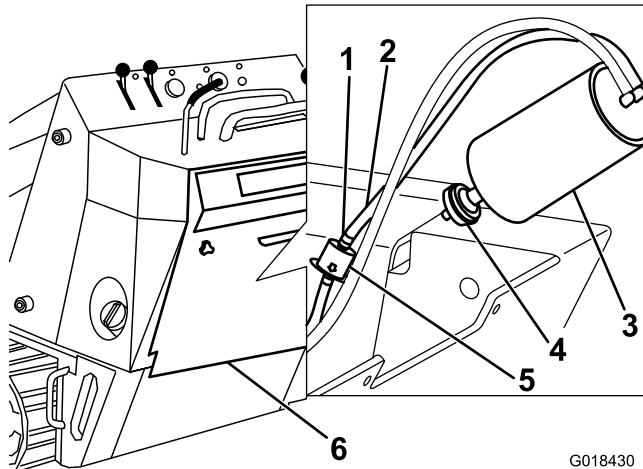

Figura 31
3. Togliete il filtro dell'aria e gettatelo (Figura 31).
4. Montate un nuovo filtro sul canister a carboni attivi (Figura 31).
3. Spostate le fascette stringitubo del tipo a molla su entrambi i lati del filtro della linea di spurgo del canister a carboni attivi lontano dal filtro (Figura 31).
4. Togliete il filtro della linea di spurgo e gettatelo (Figura 31).
5. Montate un nuovo filtro nel flessibile con la freccia del filtro rivolta nella direzione opposta al canister a carboni attivi e fissatelo con le fascette stringitubo (Figura 31).